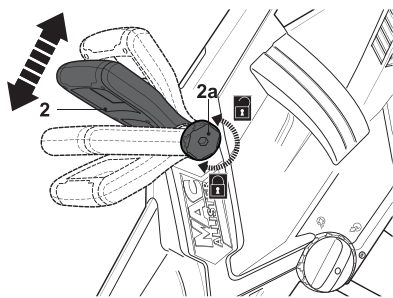

Fig. 14
- > Desserrez le boulon de fixation [2a] et réglez la poignée auxiliaire [2] dans la position souhaitée (Fig. 14).